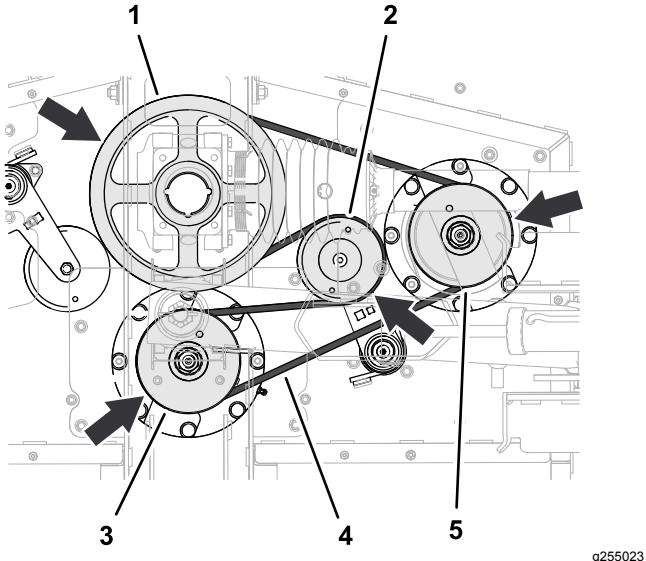

Bild 68
1. Führen Sie den langen Riemen um die Antriebsscheibe sowie um die obere Nut der Riemscheibe der mittleren und rechten Spindel (Bild 68).
2. Drehen Sie den Riemspanner mit einer Brechstange oder ähnlichem Werkzeug im Uhrzeigersinn und ziehen Sie den Riemen auf die Spannscheibe auf (Bild 68).